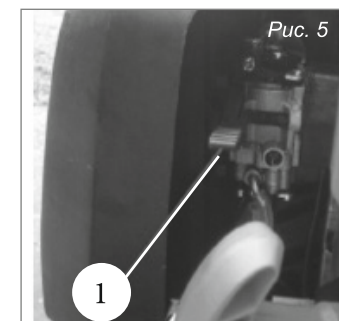

Рис. 5
3. Закройте воздушную заслонку карбюратора. Для этого рычаг 1 (Рис. 5) управления воздушной заслонкой установите в нижнее положение.